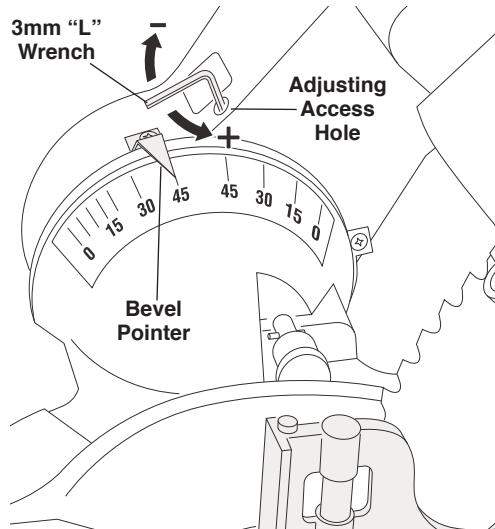

Figure 8. Réglage de la butée d'inclinaison à 45° à droite
4. Enfilez la clé en L de 3 mm dans le trou situé sur le bâti de support vertical. (Figure 8)